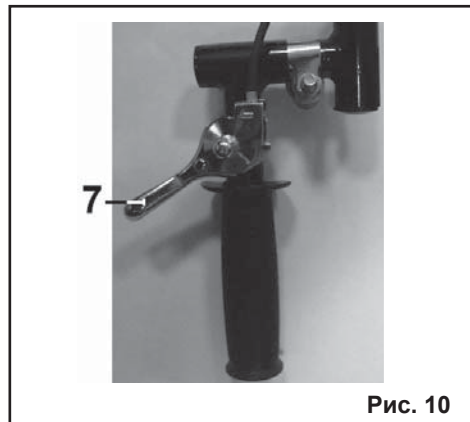

Рис. 10
7.5.1. Для установки тросика дроссельной заслонки (40) поверните рычаг дроссельной заслонки (7), как показано на рис. 10. 7.5.2. Установите тросик (40) в паз привода сектора дроссельной заслонки (42) (Рис. 11).